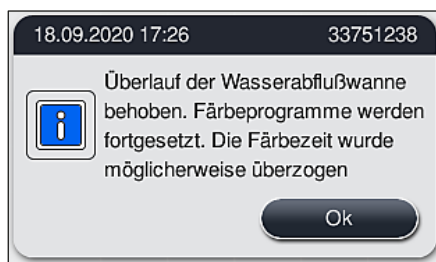

Abb. 121
- ✓ Wenn das gestaute Wasser abfließt, wird der Benutzer durch eine weitere Meldung (→ "Abb. 121") darauf hingewiesen, dass Färbeprogramme fortgesetzt werden können. Zum Fortsetzen **Ok** (→ "Abb. 121") drücken.
1. Wenn weitere Reinigungsversuche erfolgreich sind und die Blockierung beseitigt werden konnte, fällt der Wasserstand unter die kritische Marke. Der Benutzer wird durch eine Meldung (→ "Abb. 121") darauf hingewiesen, dass Färbeprogramme fortgesetzt werden können. Zum Fortsetzen **Ok** (→ "Abb. 121") drücken. Die Startfähigkeit der Programme wird angezeigt und die im Prozess enthaltenen Programme werden automatisch fortgesetzt.